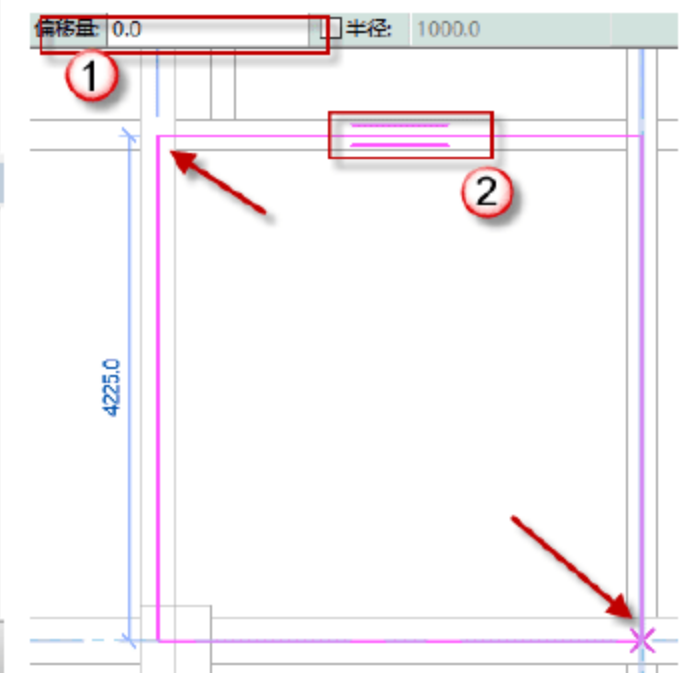

图 3.2.70 绘制 7 号板
(16) 绘制 7 号板，单击“矩形”按钮，绘制 7 号板，调整跨方向，将偏移量设置为 0，单击√按钮，完成绘制，如图 3.2.70 所示。